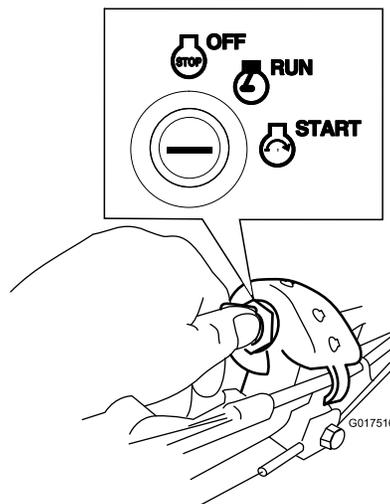

Рисунок 17
Поверните ключ зажигания в положение Start (Запуск) и удерживайте в этом положении (Рисунок 17); когда двигатель запустится, отпустите ключ.
1. Поверните ключ зажигания в положение Run (Работа) Рисунок 17